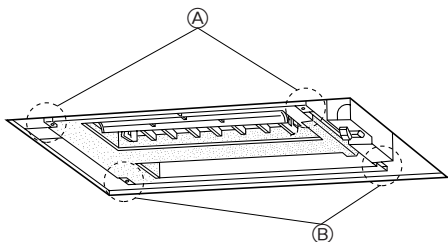

Fig. 5-2
①	Rejilla	1
②	Tornillo	6	M5 × 0,8 × 16
③	Tornillo	1	4 × 16
- ④ Puntos para fijar la rejilla
- ⑤ Depósito de desagüe
- ⑥ Puntos para fijar la rejilla
- ⑦ Ubicaciones para fijar la rejilla frontal
- ⑧ Unidad interior
- ⑨ Asegúrese de que estas superficies estén igualadas (0-3 mm)
- ⑩ Superficie del techo
5.2. Comprobaciones a realizar antes de la colocación (Fig. 5-2, 3)